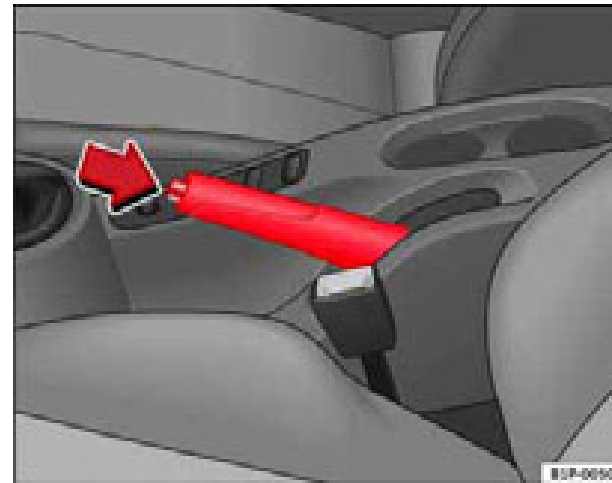

Fig. 121 Freno de mano entre los asientos delanteros
⇒ página 166, fig. 121.
- Tire ligeramente de la palanca hacia arriba, presione el botón de desbloqueo en la dirección de la flecha ⇒ página 166, fig. 121 y baje completamente la palanca. ⇒ .